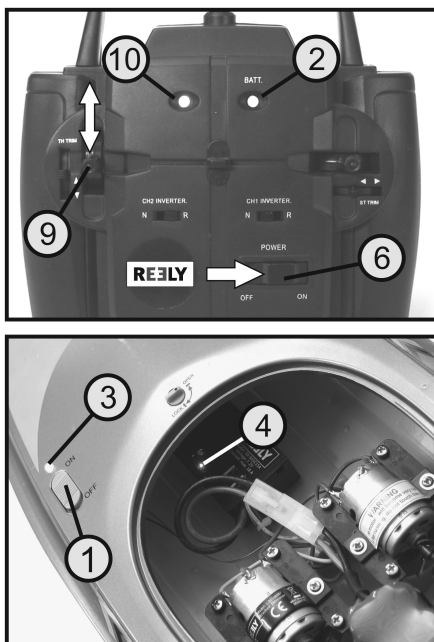

Figure 8
1. Faites glisser le commutateur du bateau à moteur (voir figure 8, pos. 1) vers l'arrière en position « OFF ».